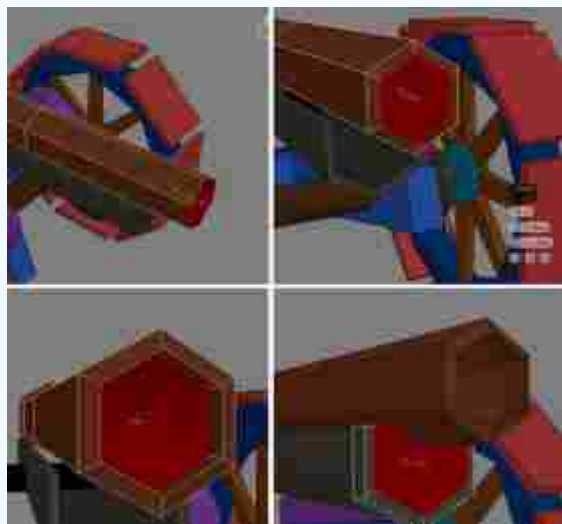

图2-37 炮孔及凹槽整体模型结构制作
(18) 结合凹槽的结构继续对炮筒的形体造型进行整体的制作。炮口整体长度与凹槽的稍微有些错位，产生形体结构上的上下错位，特别要对炮孔部位的结构造型进行细节的刻画，使炮孔呈现出深度。同时给炮架凹槽前端的模型进行补全，如图2-37所示。